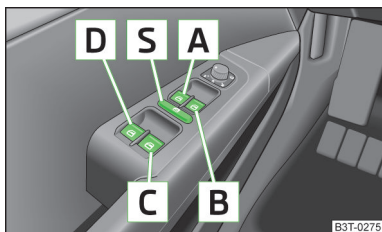

Abb. 26
- Werden auf den Rücksitzen Kinder befördert, wird empfohlen, die elektrischen Fensterheber der hinteren Türen außer Funktion zu setzen (Sicherheitsschalter) **S** » Abb. 26 auf Seite 43.
**Tasten der Fensterheber** » Abb. 26.
Durch Drücken des Sicherheitsschalters **S** » Abb. 26 können die Tasten der Fensterheber in den hinteren Türen außer Funktion gesetzt werden. Durch erneutes Drücken des Sicherheitsschalters **S** sind die Tasten der Fensterheber in den hinteren Türen wieder funktionsfähig.
- › Die Taste 1) in der Öffnungsstellung halten » Abb. 26 auf Seite 43.
- › Die Taste 1) in der Schließstellung halten » Abb. 26 auf Seite 43.